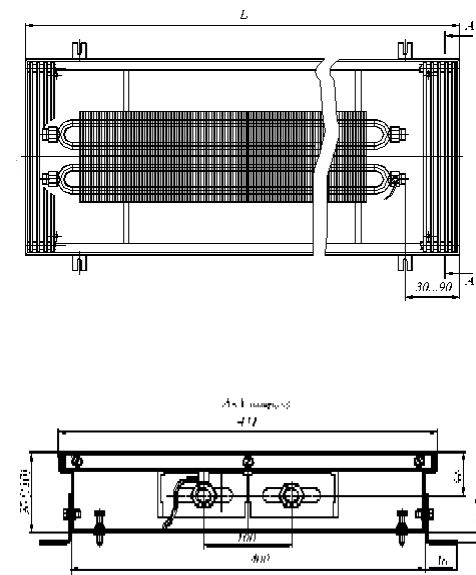

Рис. 2 Конвектор КРКДП 43.09(11).60...300 проходной
- 5.2 Конвектор монтируется в пол, для этого необходимо установить корпус конвектора в заранее подготовленный канал в полу и выровнять его по уровню чистого пола, с помощью упорных болтов 4 закрепив опорами 5 (см. Рис.2).